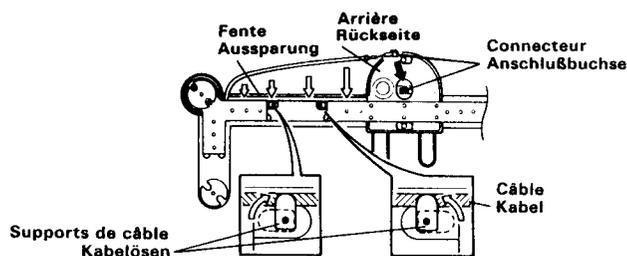

Figure 2/Abb. 2
**2** Comme le montre la figure 2, insérer le connecteur sur l'extrémité du câble dans le connecteur au centre de la section pédalier. Mettre le câble entre le capot sur l'ensemble de la base et le conduit rectangulaire.
Wie in Abb. 2 gezeigt den Stecker des Kabels in die Buchse in der Mitte der Pedalsektion stecken. Das Kabel zwischen der Abdeckung der Grundplattenbaugruppe und der rechteckigen Röhre durchführen.